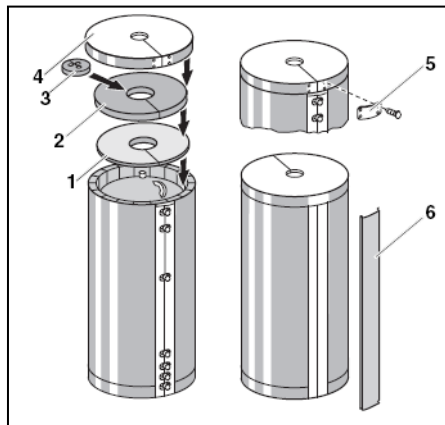

Рис. 10 Монтаж теплоизоляции (принципиальная схема)
- Прижмите накладную бленду (Рис. 10, Поз. 6) на фронтальной стороне поверх замыкающей планки теплоизоляционного мата.
- Верхние теплоизоляционные прокладки (Рис. 10, Поз. 1 и 2) уложите так, чтобы теплоизоляционная прокладка большей толщины (Рис. 10, Поз. 2) смыкалась с теплоизоляционным матом.
- Установите вкладыш с вырезами для подключения бойлера (Рис. 10, Поз. 3).
- Наденьте крышку бойлера (Рис. 10, Поз. 4) поверх теплоизоляционной прокладки и края теплоизоляционного мата.
- Закройте шлиц на краю крышки язычком и четырьмя крепёжными штифтами (Рис. 10, Поз. 5).